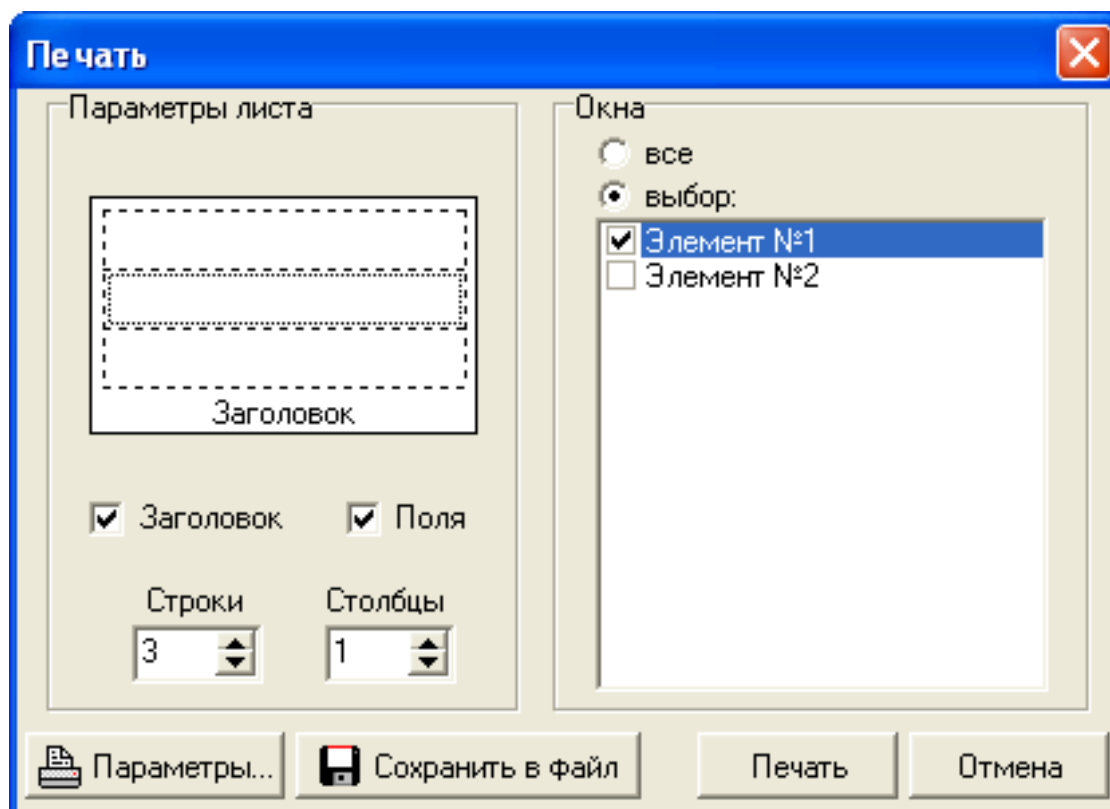

Рис. 23. Окно «Печать».
- для печати одного или нескольких элементов (см. рис. 23), необходимо выбрать пункт **«Выбор»** нажатием левой клавиши мыши, при этом активизируются пункты **«Окна»**, **«Строки»** и **«Столбцы»**. Оставить галочки у тех элементов, которые Вы хотите распечатать. Выбрать то количество **«Строк»** и **«Столбцов»**, насколько Вы хотите разбить лист печати. В **«Параметрах листа»**, на общем виде листа, левой